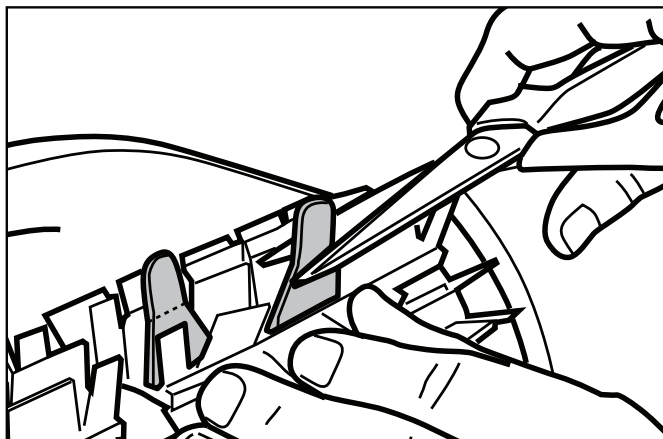

Figure 22. Coupage des languettes
4. Utilisez des ciseaux pour couper les languettes afin qu'elles ne dépassent pas les pointes (Figure 22).